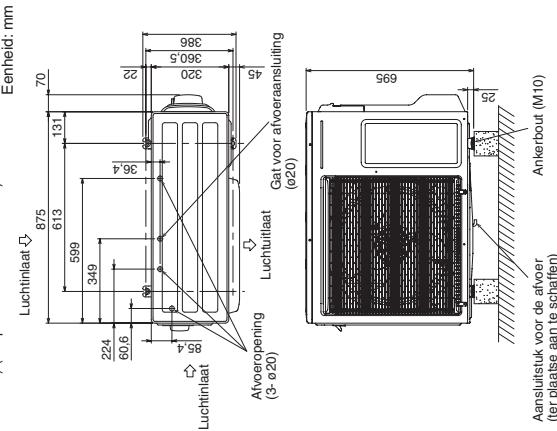

Abb. 3-1
- Zie Abb. 3-1 voor de afmetingen van de ankerbouts.